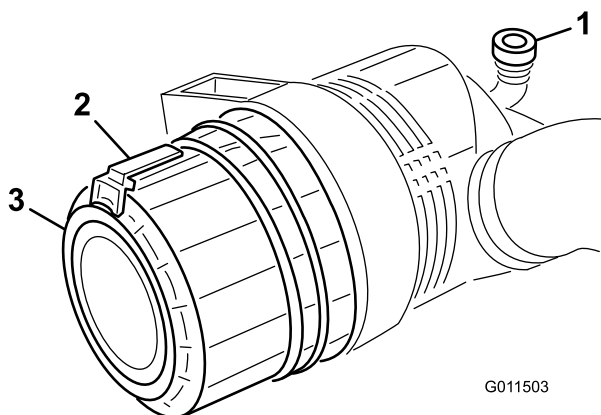

図 53
1. ラッチを引いて外し、カバーを左にひねってボディーからはずす（図 53）。